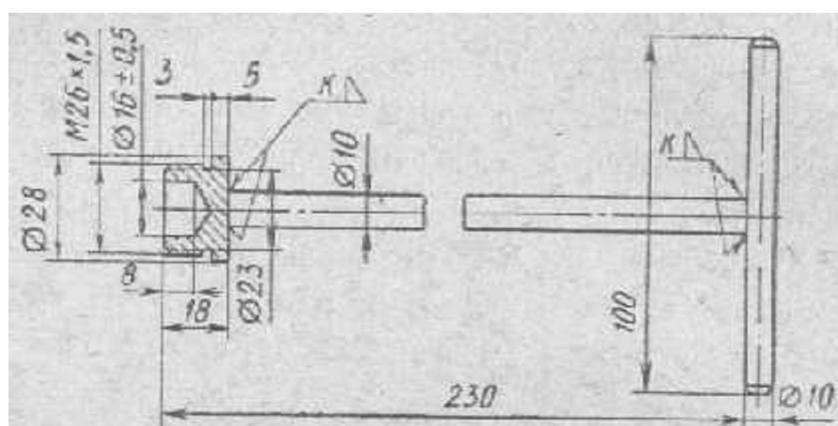

Рис. 121. Приспособление для втягивания пера в отверстия мостиков
3. Перед установкой пера в вилку смазать консистентной смазкой наружную поверхность верхней трубы. Надеть на нее также смазанную пружину 6 и защитный кожух 5 с прокладкой. Вставить перо в отверстие нижнего мостика вилки и ввернуть в верхнюю трубу приспособление (рис. 121), пропущенное через отверстие в верхнем мостике. Втягивая в мостик приспособлением перо вилки вставить конический конец верхней трубы в коническое отверстие верхнего мостика.